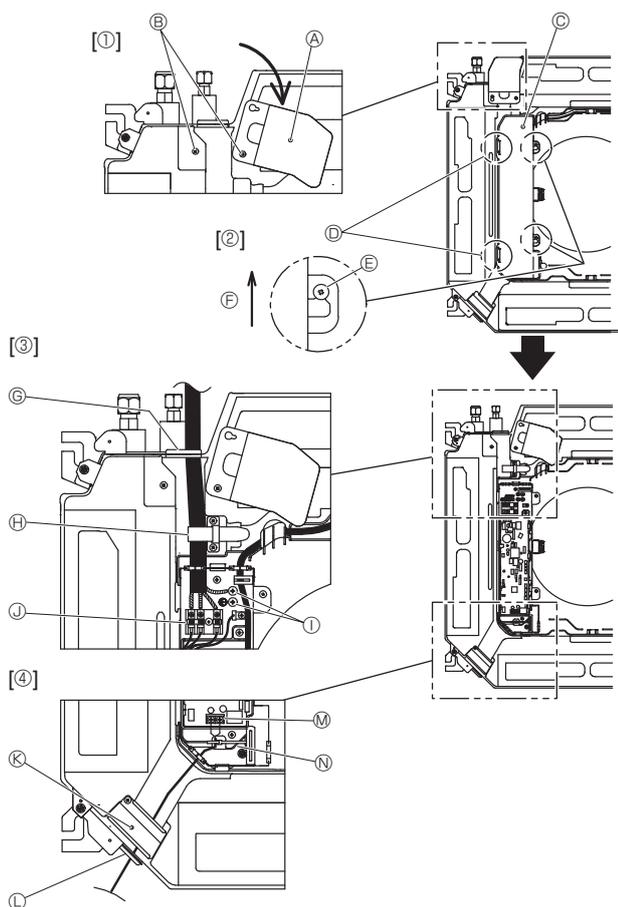

Rys. 5-2
- Podłączyć gniazdo spustowe (dostarczone z urządzeniem) do portu spustowego. (Rys. 5-2). (Przymocować rurę, używając taśmy klejącej PCW, po czym zabezpieczyć za pomocą obejm).